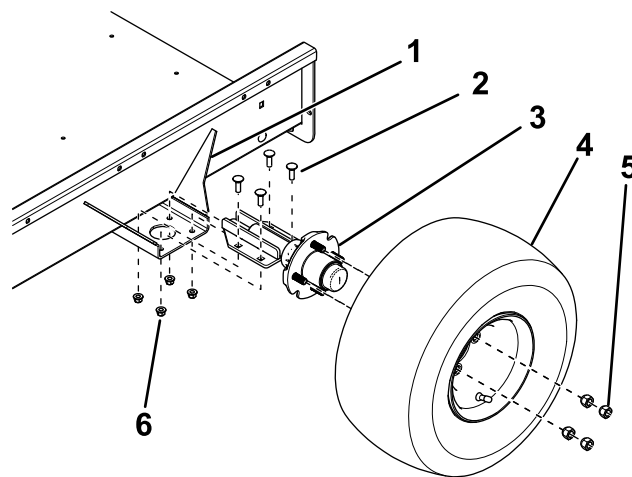

Figura 2
- Utilizando os quatro parafusos da carroçaria e as quatro porcas de bloqueio, monte um eixo no lado superior dos suportes de montagem em cada lado da plataforma do reboque como mostrado em **Figura 2**
- Monte um conjunto de roda em cada cubo de eixo com quatro porcas de roda (**Figura 2**) e
3. Ajuste a posição dos suportes de montagem do eixo de modo a que a distância centro a centro frontal seja de aproximadamente 3 mm menos do que a distância centro a centro traseira (Figura 2).